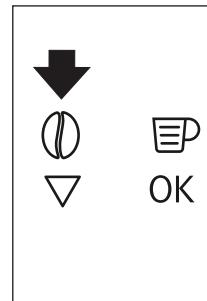

Fig. 15
- ▶ După ce ați folosit mașina cu cafea pre-râşnită, pentru a reveni la prepararea cafelei folosind boabe de cafea, dezactivați funcția pentru cafea pre-râşnită prin apăsarea tastei ☶ (B4) (Fig. 15).